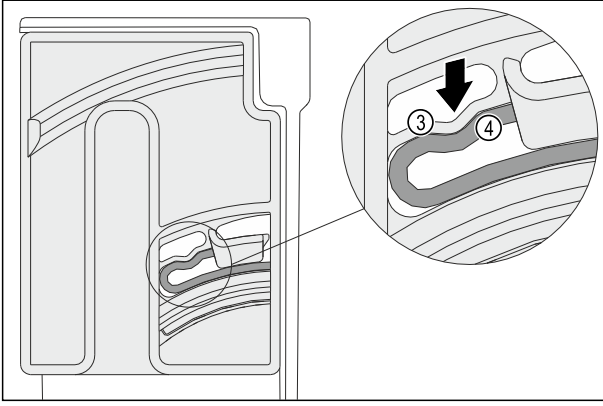

Fig. 128
- Çevirme ünitesinin esnek elemanı Fig. 128 (3), oluğun Fig. 128 (4) yuvarlak şekline duyulacak şekilde yerleşir.